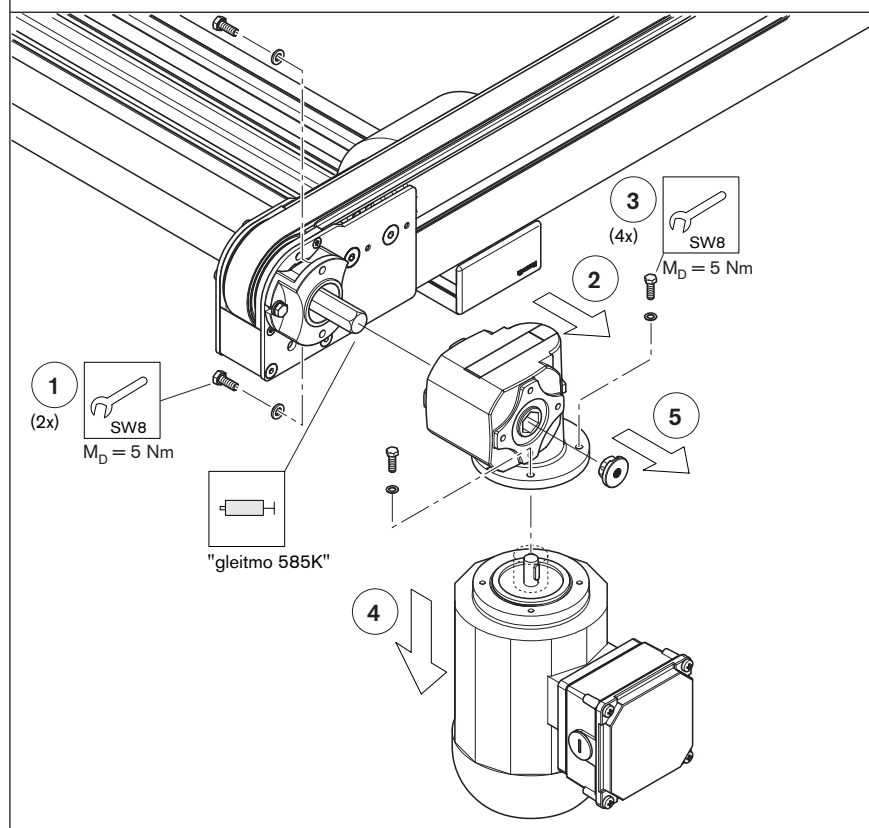

Fig. 20
- Frequenzimetro (C) con testa sensore (B) per la misurazione della tensione della cinghia.
- 2 perni $\varnothing 4 \times 40$ mm (A).
Sollevare la cinghia dal profilato di guida, inserire due perni $\varnothing 4$ mm (A) fra cinghia e profilato di guida (vedere "Fig. 20").